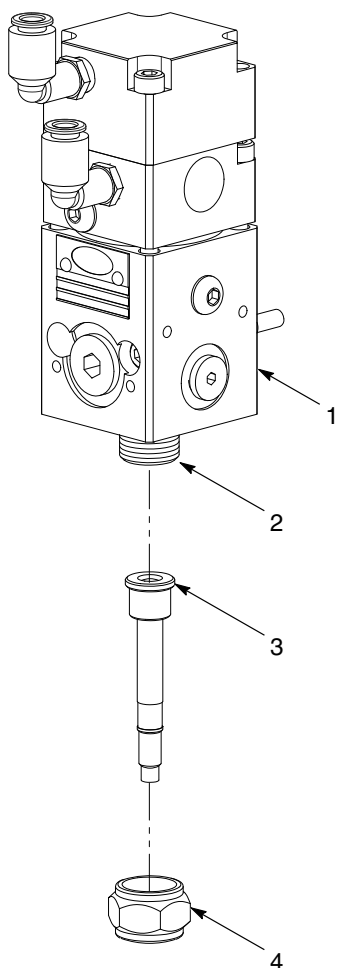

Рис. 4 Монтаж типового сопла
1. См. рис. 4. Смазать резьбу (2) дозирующего клапана (1) смазочным материалом, совместимым с наносимым материалом.
2. Смонтировать сопло (3), используя гайку сопла (4). Надежно затянуть гайку сопла.
4. См. рис. 4. Аккуратно отвернуть гайку (4) и снять сопло (3) с дозирующего клапана (1). Промыть резьбу (2) сопла и дозирующего клапана совместимым растворителем.